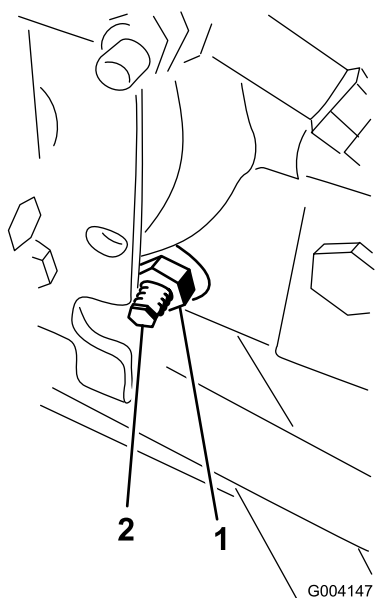

Figure 58
3. Sous le côté droit de l'hydrostat, desserrez le contre-écrou sur la came de réglage de transmission (Figure 58).